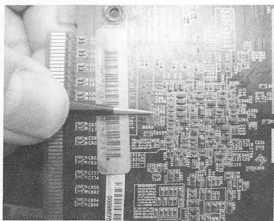
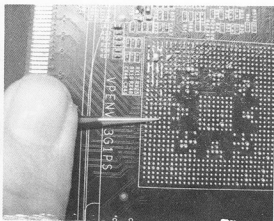

图 5-19 镊子跑线法①
图 5-20 镊子跑线法②
(6) 使用镊子，找出这个过孔在对面相应点位，如图5-19和图5-20所示。